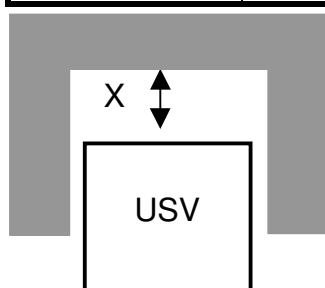

Fig. 3.1: USV Aufstell-Empfehlung
- Mindestens 10cm rückseitiger Freiplatz für korrekte Kühlung zur Verfügung steht (siehe Fig. 3.1 und 3.2);